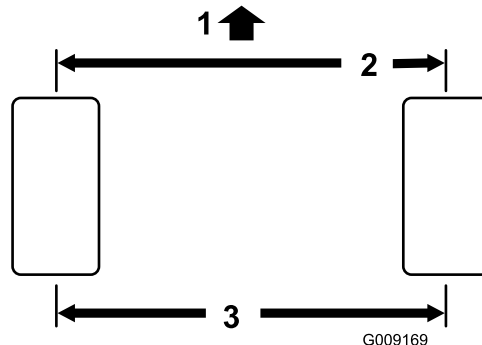

Figura 70
1. Misurate l'interasse (all'altezza dell'assale) sulla parte anteriore e posteriore degli pneumatici di sterzo. La misurazione anteriore deve risultare di 3 mm inferiore a quella posteriore (Figura 70).